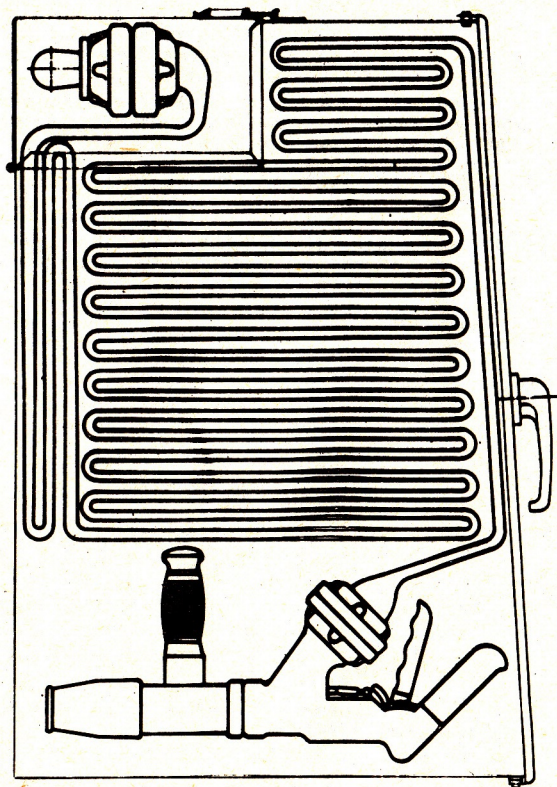

Bild 3. Schnellangriffskassette mit eingelegtem Druckschlauch
- Druckschlauch und Mehrzweckstrahlrohr CM-P in die Kassette einlegen, dabei Faltung beobachten (siehe Bild 3).